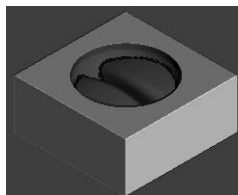

图 3-126 仿真加工结果
2) 在“仿真”工具栏的“当前刀具路径”下拉列表中选择要模拟的刀具路径 cornerfinish, 然后单击“执行”按钮, 系统开始自动仿真加工, 仿真加工结果如图 3-126 所示。